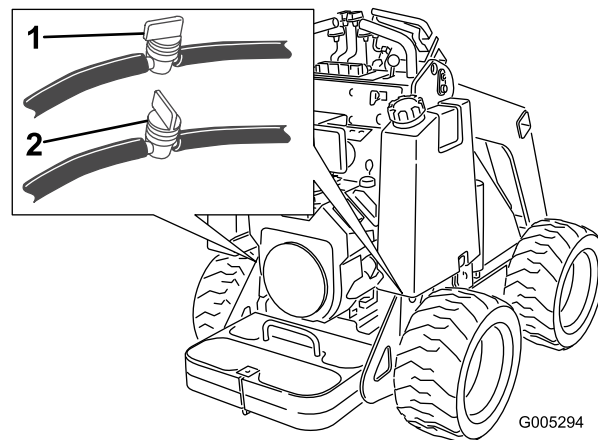

Рисунок 30
3. Закройте топливный клапан на днище каждого топливного бака (Рисунок 30).
3. Закройте топливный клапан в шланге около днища топливного бака (баков), как показано на Рисунок 30.
8. Откройте топливный клапан (клапаны) в шланге (шлангах) около днища топливного бака (баков), как показано на Рисунок 30.